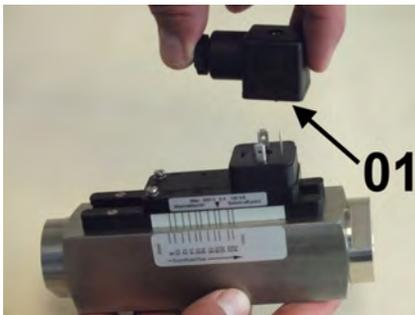

Abb. 23: Steckerdose abziehen
2. ➤ Ziehen Sie die Steckerdose (Abb. 23/01) ab